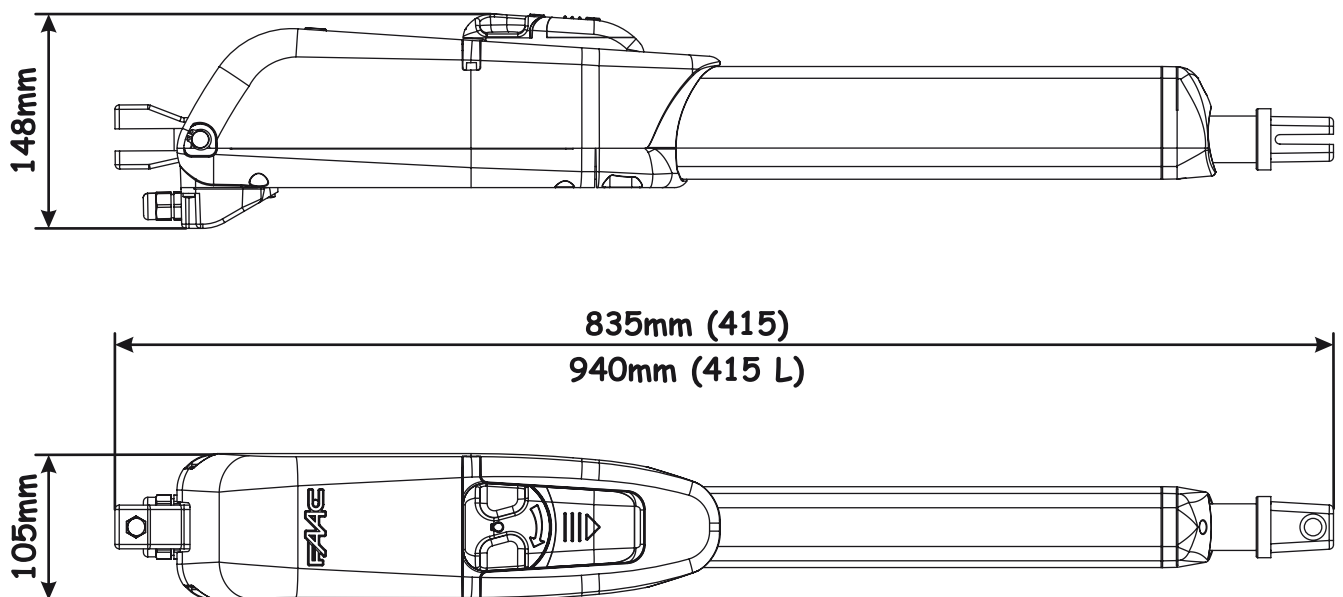

Fig. 2
3.1. Elektrische Einrichtungen (Standardanlage Abb. 2)	Seite.18